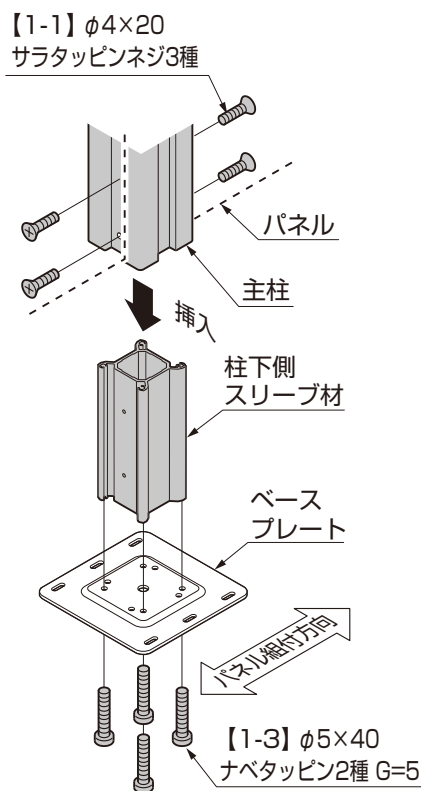
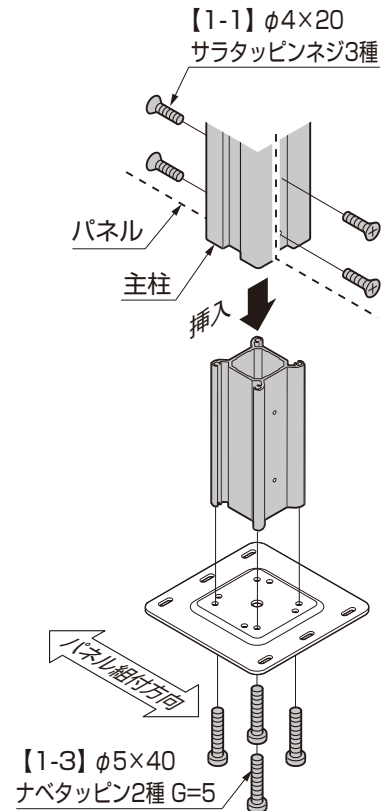

図1-3 正面固定の場合
図1-4 側面固定の場合
- ①柱下側スリーブ材をベースプレートに【1-3】で取付けてください。(図1-3、図1-4参照)
- ②主柱を柱下側スリーブ材に【1-1】で取付けてください。(図1-3、図1-4参照)